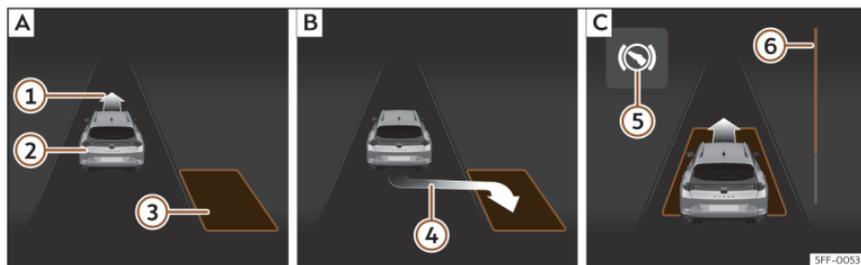
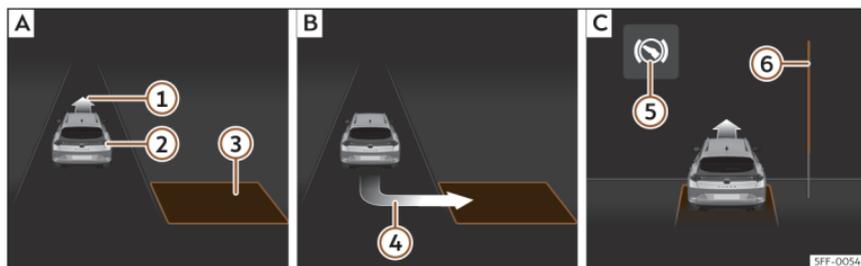

Fig. 180 Sul display del quadro strumenti: Parcheggiare in linea. [A] Cercare uno spazio di parcheggio. [B] Posizione di parcheggio. [C] Manovrare.
Fig. 181 Sul display del quadro strumenti: parcheggiare a pettine. [A] Cercare uno spazio di parcheggio. [B] Posizione di parcheggio. [C] Manovrare.
» fig. 180 [B] o » fig. 181 [B]. Lo spazio sarà stato considerato "idoneo" se nel display del quadro strumento compare l'indicazione di parcheggio ④.
- Retrocedere finché non si sentirà il segnale continuo del ParkPilot; **OPPURE:** spostarsi in retromarcia finché nel display del quadro strumenti non comparirà l'indicazione di spostarsi con la marcia in avanti >>> **fig. 180 [C] o >>> fig. 181 [C]; OPPURE:** finché nel display del quadro strumenti non comparirà il messaggio **Park Assist terminato**. La barra di avanzamento **⑥** indica la distanza che si deve percorrere >>> pag. 298.
avanti e in retromarcia fino a posizionarlo al centro dello spazio di parcheggio >>> **fig. 180 [C] o >>> fig. 181 [C].**
La barra di avanzamento >>> **fig. 180 ⑥** e >>> **fig. 181 ⑥** mostra simbolicamente nel display del quadro strumenti la distanza relativa ancora da percorrere. Maggiore è la distanza, maggiore sarà il riempimento della barra di avanzamento. Circolando con la marcia in avanti, il contenuto della barra di avanzamento diminuisce verso l'alto, e circolando in retromarcia, diminuisce verso il basso.